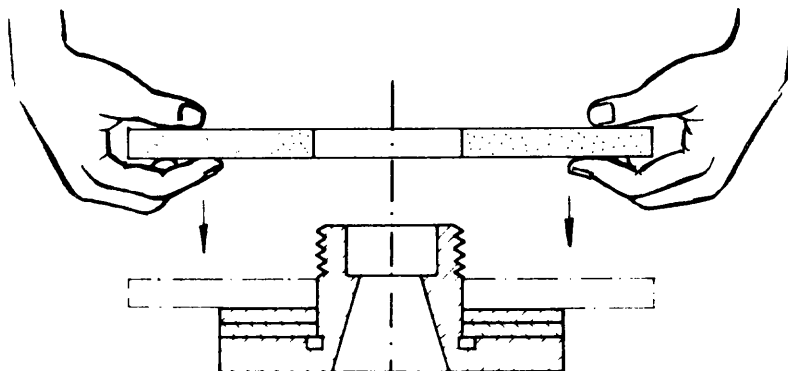

Fig. 3
- b Introduzca la muela sobre el platillo principal (fig. 3).